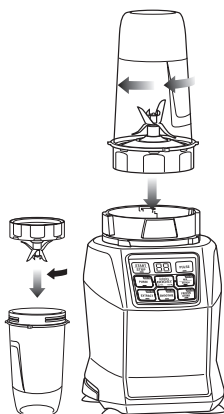

Fig. 1 Fig. 2
- 4 Coloque las Cuchillas Pro Extractor BladesMR sobre la taza y ajústela bien en sentido horario hasta obtener un buen cierre. (Fig. 1)